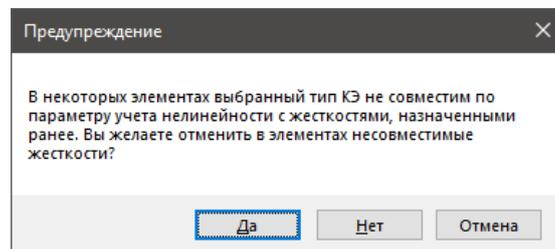

Рис.16.41 Диалоговое окно Предупреждение
- В открывшемся диалоговом окне (**Предупреждение** Рис. 16.41) нажмите – **Нет**.